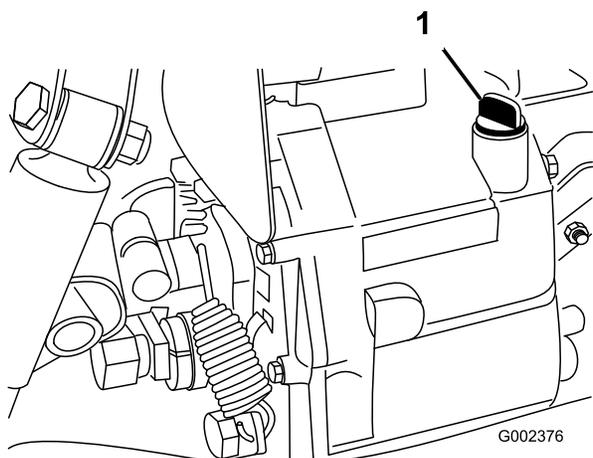

図 19
2. ディップスティック取り付け部の周辺をきれいにぬぐう 図 19。